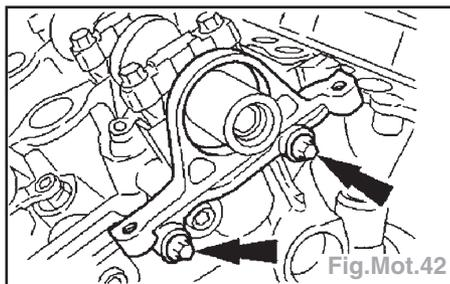

Fig.Mot.42
**Attention :** Avant de déposer la retenue d'arrêt d'huile, protéger la surface de l'arbre à cames (Fig.Mot.42).